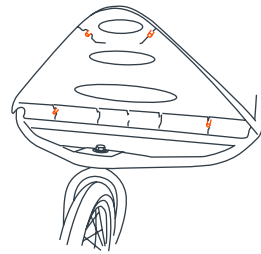

Abb. 7a
- 7) • Untersuchen Sie die Unterseite des vorderen Kotflügels. Sie werden vier Kunststoffrohre mit einem Durchmesser von 1/4 Zoll bemerken, die aus der Unterseite herausragen (Abb. 7a).